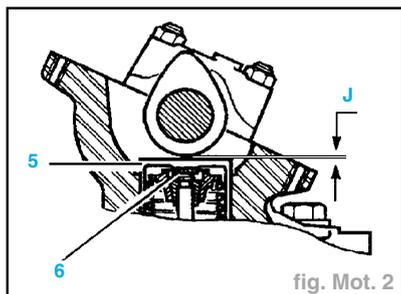

fig. Mot. 2
- Si les valeurs de jeux (J) relevées sont incorrectes (fig. Mot. 2), déposer :
- les poussoirs (5),
- les grains de réglage (6).